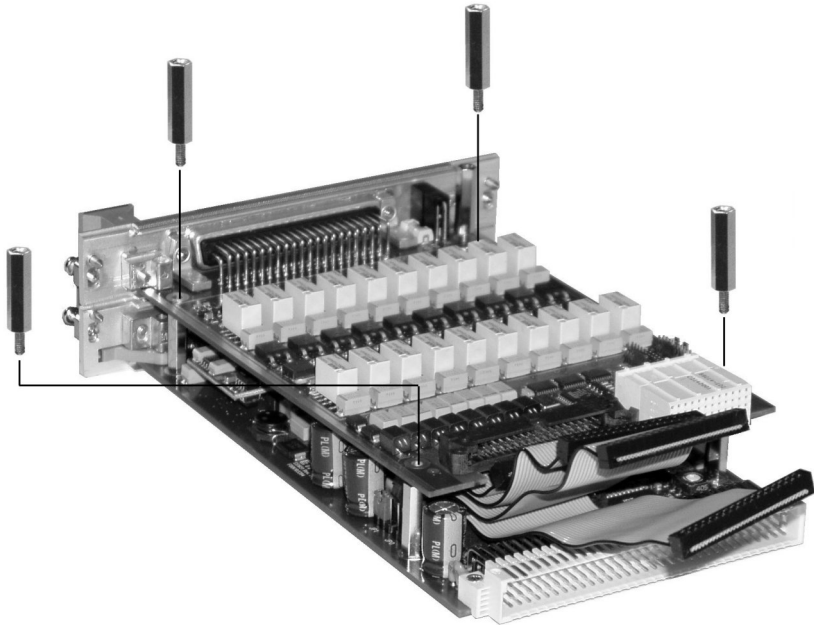

Abb. 5-7 I/O-Modul montieren
- Befestigen Sie das I/O-Modul mit den Distanzbolzen (siehe Abb. 5-7 auf Seite 32).